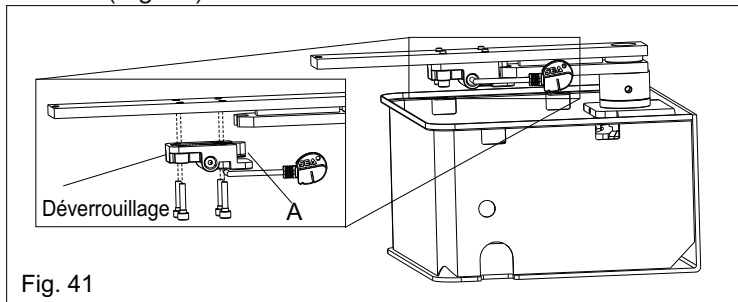

Fig. 41
**13.1.** Graisser le pivot d'accrochement (A) et monter le système de déverrouillage sous l'ensemble vantail, utilisant les 4 vis fournies (Fig. 41).